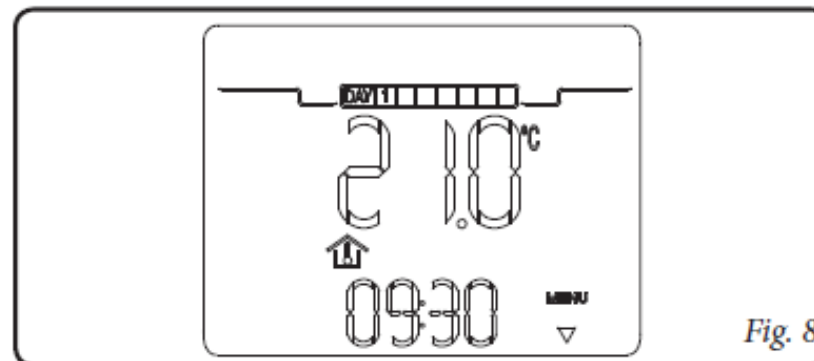

Fig. 8
- Режим «stand-by» / защита от замерзания (*). В этом режиме котел может работать только в случае поступления запроса на защиту от замерзания в помещении. В этом режиме в любом случае на дисплее отображается день недели, текущий час, возможные неисправности в работе и температура помещения (рис. 8).